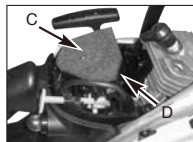

Fig. 15B
- Løft ut luftfilteret (C) av luftboksen (D) (Fig. 15B).